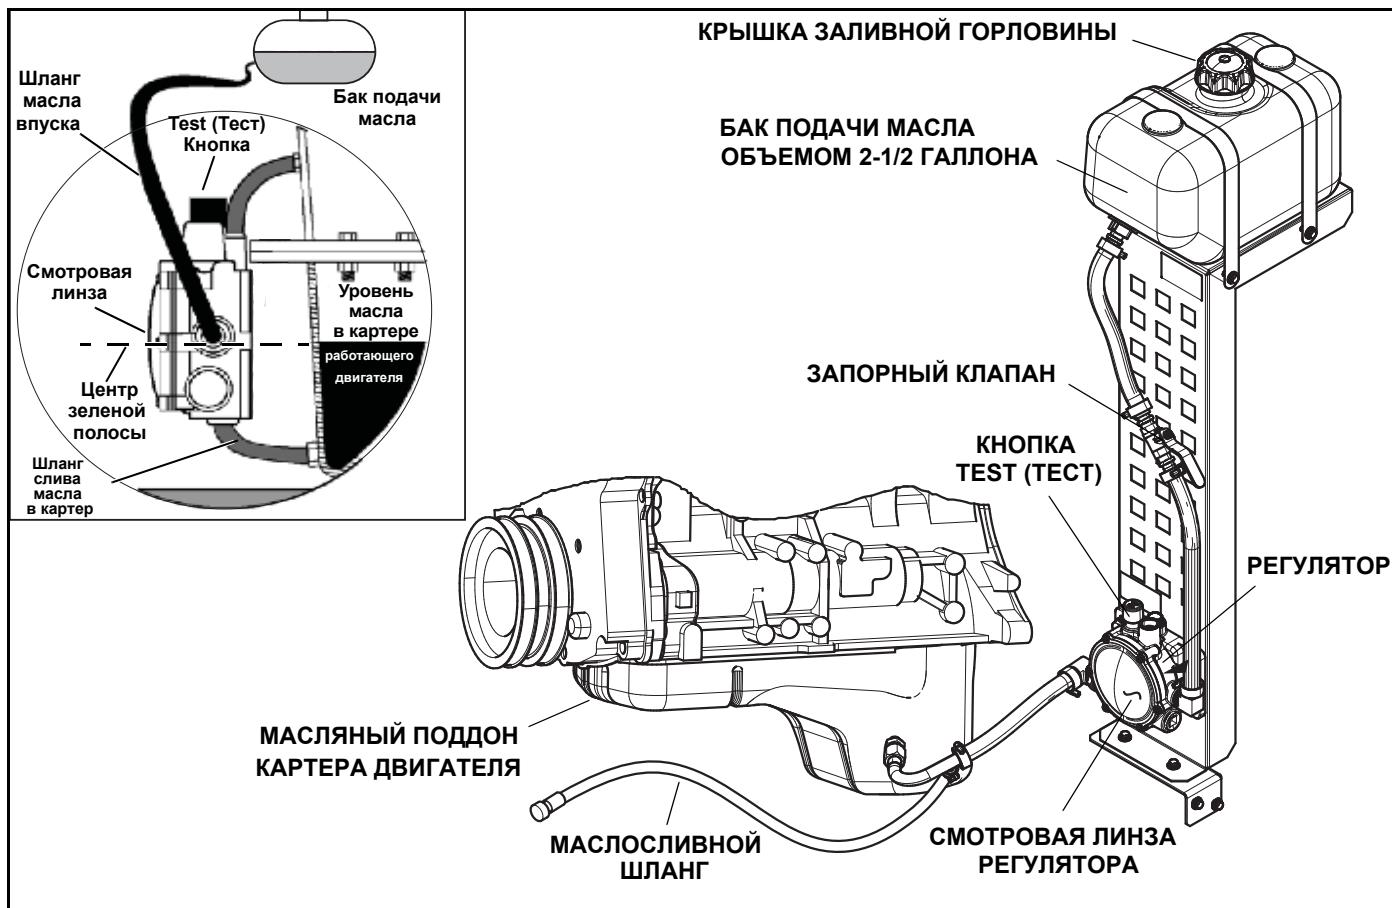

Рис. 5-20. Схема сборки и функционирования системы поддержания уровня смазочного масла
- Снимите крышку отверстия для наполнения масла в верхней части бака подачи масла (Рис. 5-20.).
См. Рис. 5-19 и Рис. 5-20. Во время слива масла из картера всегда закрывайте запорный клапан во избежание слива чистого масла из бака подачи масла.